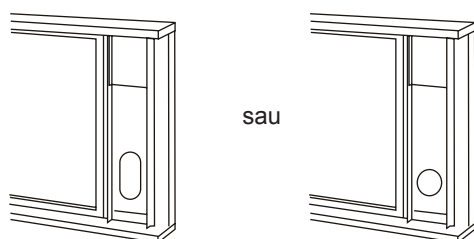

Fig.14
5. Taiati o bucată de spuma poliuretanică adezivă pe lățimea ferestrei și așezați-o în partea superioară a ferestrei. Shown as in Fig. 14.